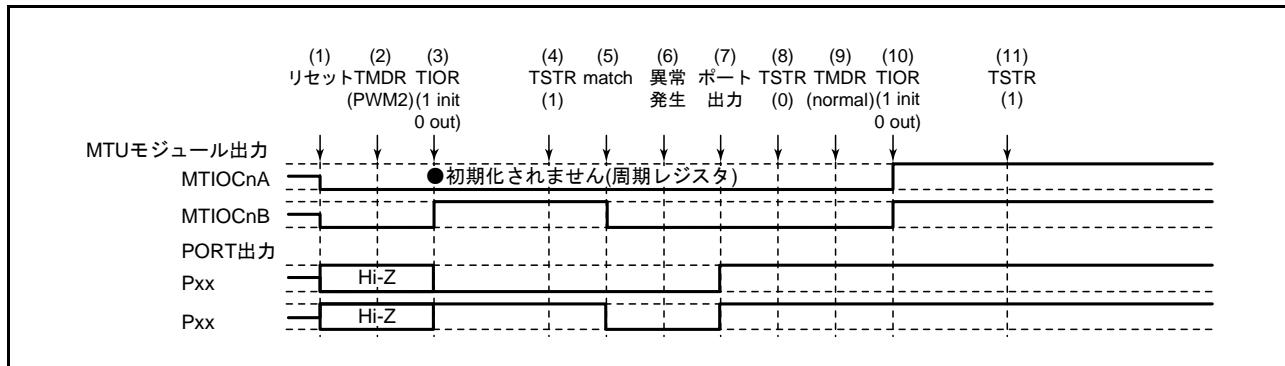

図 18.137 PWM モード 2 で異常が発生し、ノーマルモードで復帰する場合
PWM モード 2 で異常が発生し、再設定後ノーマルモードで再スタートする場合の説明図を図 18.137 に示します。
(1) ~ (8) は図 18.137 と共通です。
(9) PWM モード 1 を設定します。
(10) TIOR で端子を初期化してください (PWM モード 1 では MTIOCnB 側は初期化されません)。
(11) TSTR で再スタートします。
(15) PWM モード 2 で動作中に異常が発生し、PWM モード 2 で再スタートする場合の動作
(9) PWM モード 2 で再スタートする場合には必要ありません。
(10) TIOR で端子を初期化してください (PWM モード 2 では周期レジスタの端子は初期化されません)。
(16) PWM モード 2 で動作中に異常が発生し、位相計数モードで再スタートする場合の動作
- (1) ~ (8) は図 18.137 と共通です。
- (9) 位相計数モードを設定します。
- (10) TIOR で端子を初期化してください。
- (11) TSTR で再スタートします。
(17) 位相計数モードで動作中に異常が発生し、ノーマルモードで再スタートする場合の動作